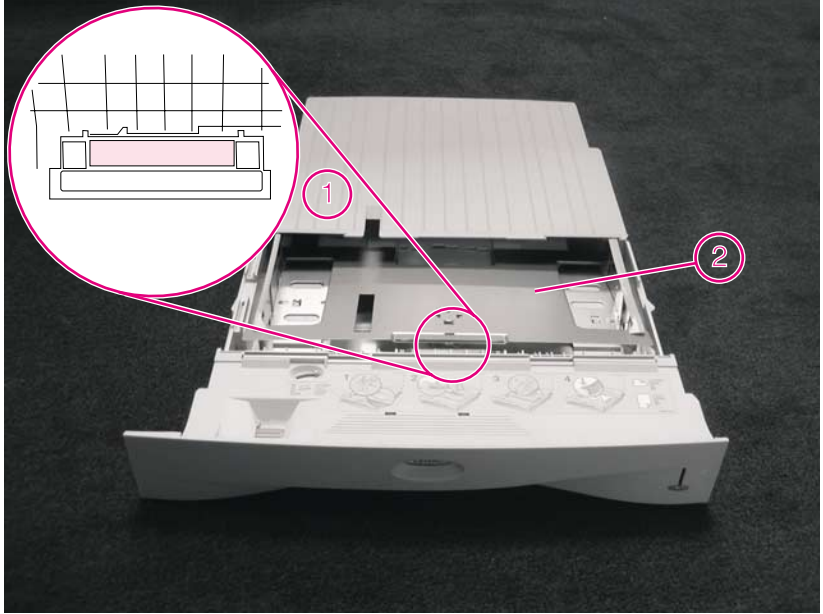
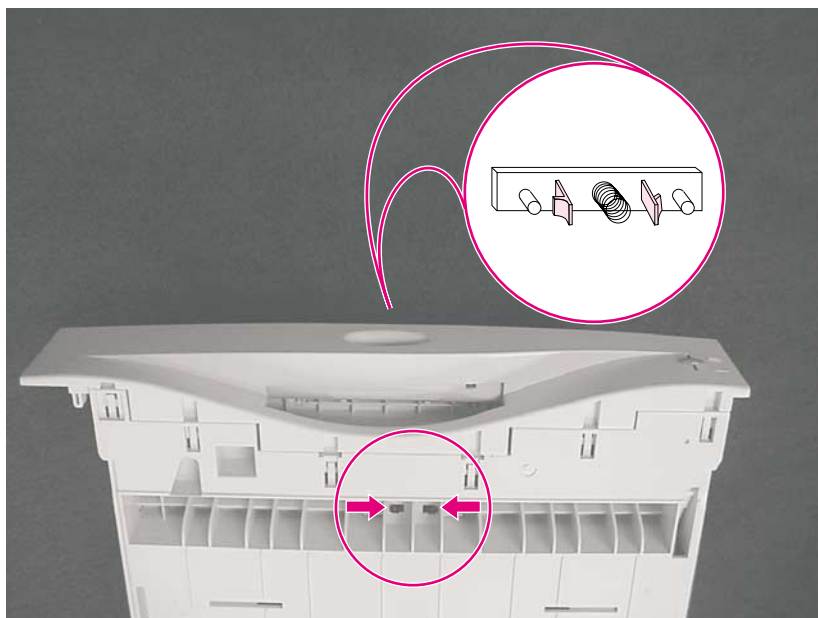

图 10 卸下纸盘 2 的分隔垫和弹簧（顶视图）
图 11 卸下纸盘 2 的分隔垫和弹簧（底视图）
- 在按下纸张提升板（图 10，编号 2）的同时，将手伸到纸盘前下方，压紧黑色锁定片，以将分隔垫与纸盘松开。（请参见图 10，编号 1 和图 11。）